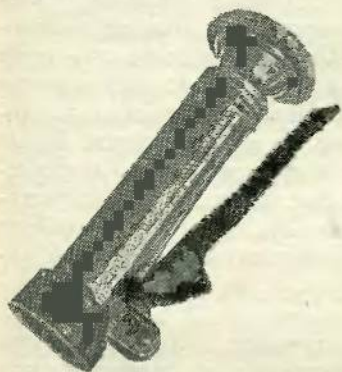
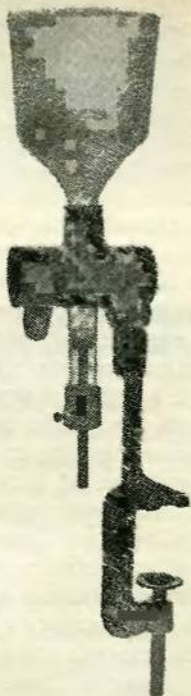
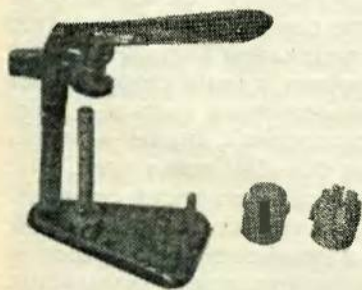
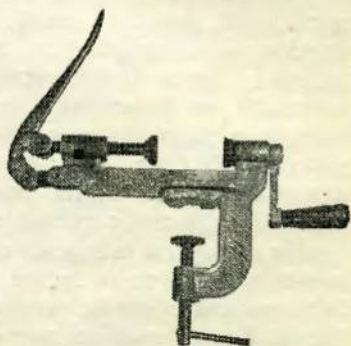

Рис. 23. Прибор для снаряжения патронов «Барклай»
Рис. 25. Дозатор для отмеривания пороха
Рис. 24. Прибор для снаряжения патронов УПС
Рис. 26. Настольная закрутка для завальцовки гильз
**Общие правила снаряжения патронов.** Для домашнего снаряжения патронов необходимо иметь какой-либо прибор — «Барклай» (рис. 23), «Диана», УПС-5 (рис. 24); последний, пожалуй, наиболее рационален; весы с разновесами (они продаются под названием «Любительский набор»); мерки для отмеривания пороха и дроби; дозатор (рис. 25), не заменимый при снаряжении больших партий патронов; закрутку для завальцовки дульца гильз, лучше настольную (рис. 26); два калибровочных кольца — одно для обжатия бумажных (пластмассовых), другое — латунных гильз; доску с гнездами на 50—100 гильз (рис. 27).